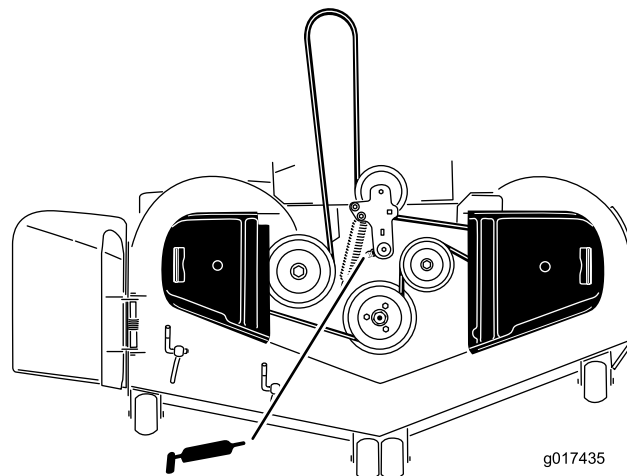

Figura 33
3. Lubrificate il perno della puleggia tendicinghia del piatto di taglio finché non fuoriesce grasso dalla parte inferiore (Figura 33).